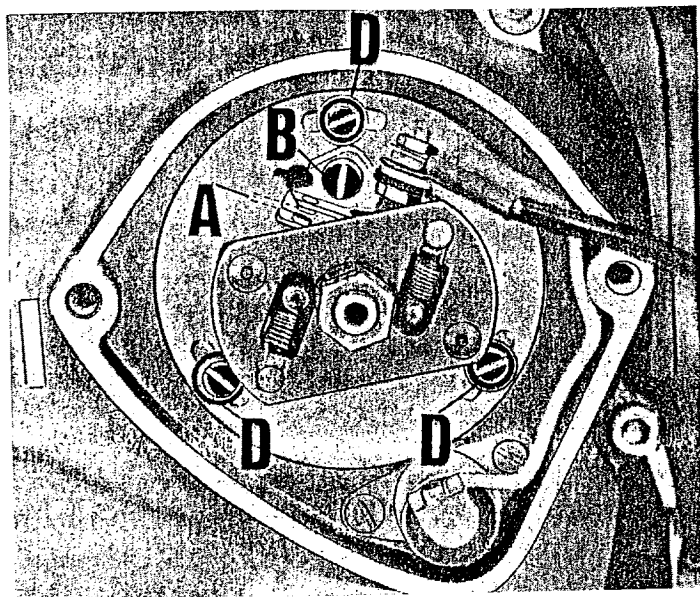

Abb.18
ZÜNDUNTERBRECHER (s. Abb.18)
- die Öffnung der Unterbrecherkontakte (A a. Abb.18) ist zu prüfen, die 0,42-0,48 mm betragen muß;
-Wenn das Öffnen der Kontakte beginnt, leuchtet die Lampe auf, öffnen die Kontakte vor oder nach dem bestimmten Punkt, müssen die Schrauben(D aus Abb.18) gelöst werden, die den Unterbrecher auf dem Antriebsdeckel halten, dann muß der Unterbrecher nach links oder rechts gedreht werden, bis das Öffnen der Kontakte exakt zum vorbestimmten Zeitpunkt beginnt.